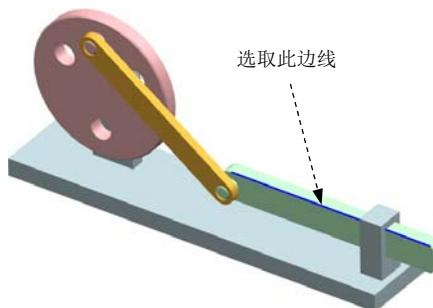

图 3.5.5 定义滑动副
Step11. 定义连杆 4 中的滑动副。选择下拉菜单 **插入(S)** → **运动副(I)...** 命令, 系统弹出“运动副”对话框; 在“运动副”对话框 **定义** 选项卡的 **类型** 下拉列表中选择 **滑动副** 选项; 在模型中选取图 3.5.5 所示的边线为参考, 系统自动选择连杆、原点及矢量方向; 单击 **确定** 按钮, 完成滑动副的定义。